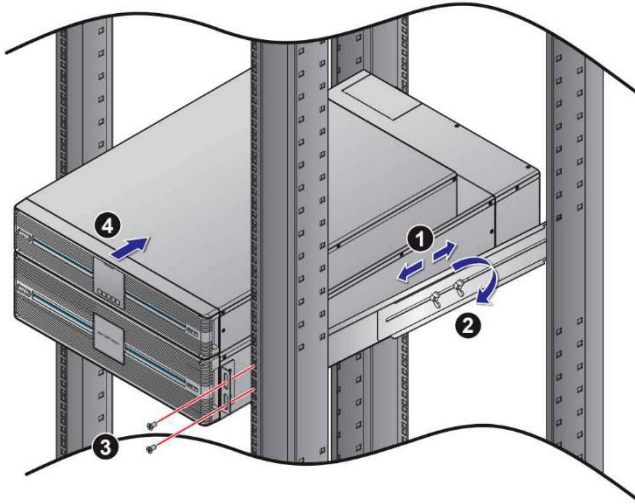

Рисунок 6-2. Установка в стойку
- 2 Для установки ИБП Delta на комплект направляющих Delta (опция) следует выполнить действия с 1 по 4. См. **Рисунок 6-2**.